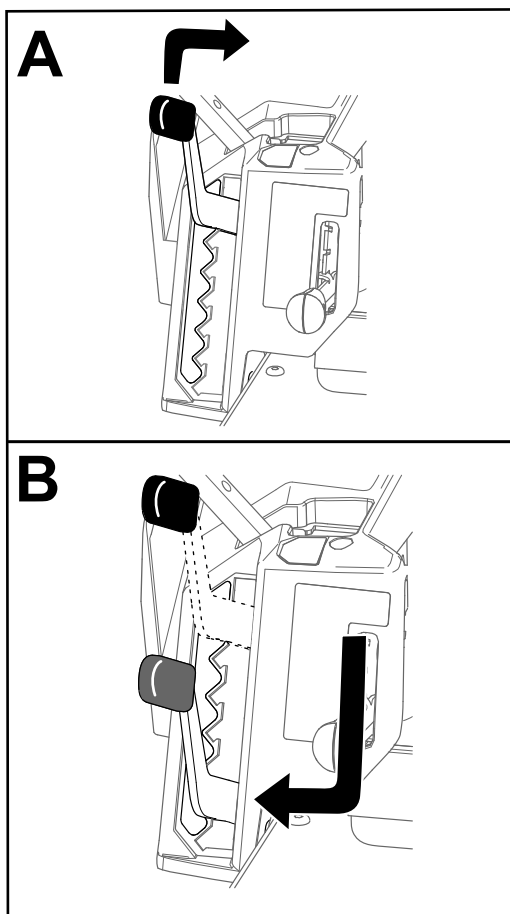

Figura 27
**Notă:** Poziția de transport este cea mai înaltă poziție de tăiere sau înălțimea de tăiere de 115 mm, așa cum se arată în Figura 27.
Înălțimea de tăiere este controlată de maneta situată în dreapta poziției de operare (Figura 27).